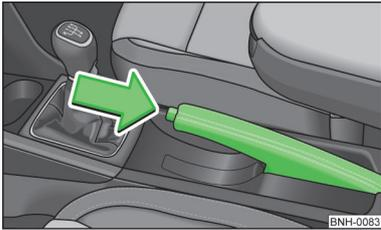

Fig. 89
- Tirare leggermente verso l'alto la leva del freno a mano e **contemporaneamente** premere il pulsante di blocco » fig. 89.